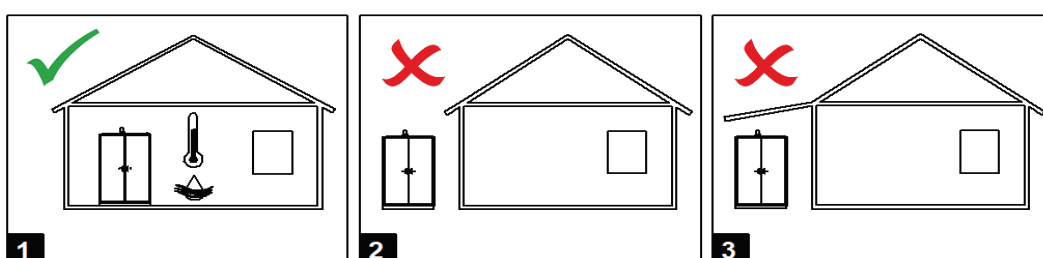

Fig. 12: Requisitos del lugar de emplazamiento
- ➔ Comprobar la nivelación del armario de seguridad (fig. 12).